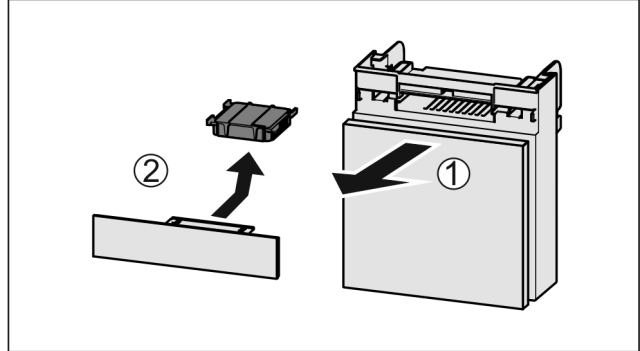

Fig. 140
- Rafı öne doğru dışarı çekin Fig. 140 (1).
- Aktif karbon filtresini çıkarın Fig. 140 (2).